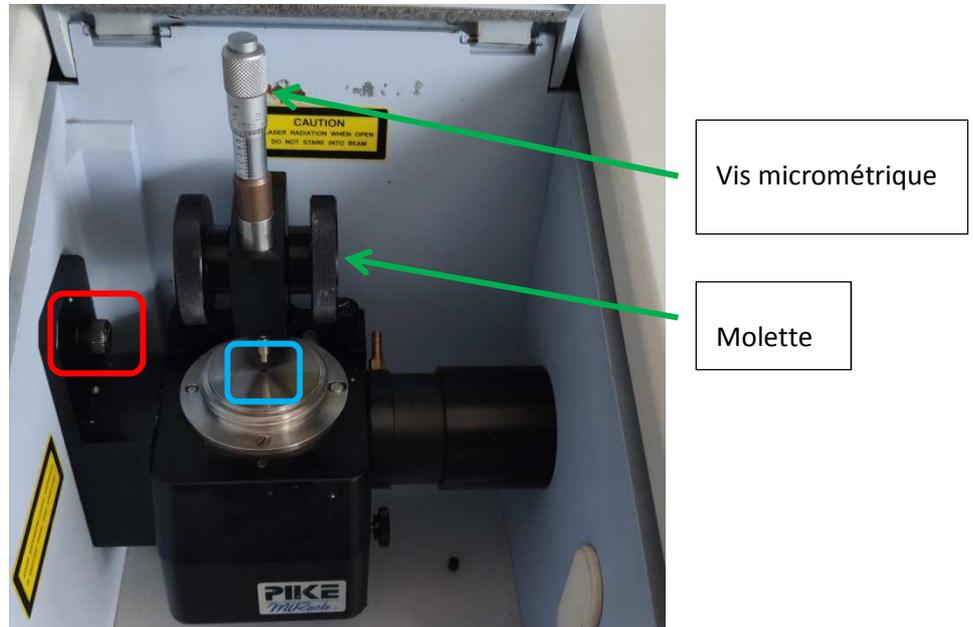

Figure 7 ATR
- Pour installer l'ATR, il faut le visser directement sur l'instrument. (attache entourée en rouge sur la figure 7).
- Pour les liquides et les pâtes, il suffit de déposer une goutte d'échantillon sur le diamant (entouré en turquoise figure 7). Pour les solides, un peu de solide est déposé sur le diamant. Le piston est abaissé pour écraser le produit à l'aide des molettes. On vissera ensuite la vis micrométrique jusqu'à ressentir une très légère résistance. **Ne pas visser jusqu'au bout !**